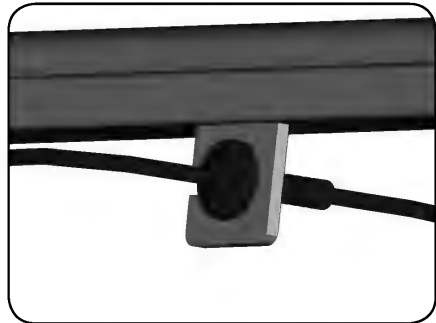

Abb. 6.2.03 - Zugentlastung in Halterung
2. Drücken Sie die Zugentlastung der Zuleitung in den Halter an der Kopfseite (Abbildung 6.2.03).